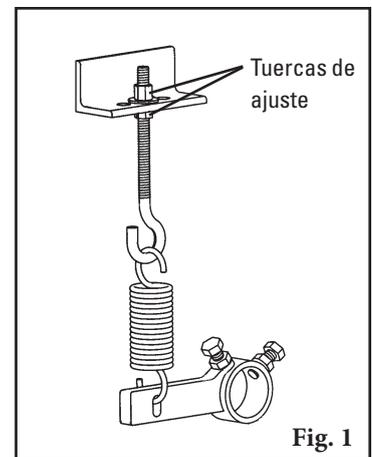

Fig. 1
1. **Quite la tensión.** Gire el tornillo de ajuste hacia abajo hasta que se obtenga un espacio de 3 mm (1/8") en el punto más apretado entre la hoja y la banda (Fig. 1).
1. **Elimine la tensión.** Afloje las tuercas de ajuste del soporte de montaje/ensamble de tornillo en J para eliminar la tensión del brazo (Fig. 1). Esto libera la tensión de la hoja en la banda.